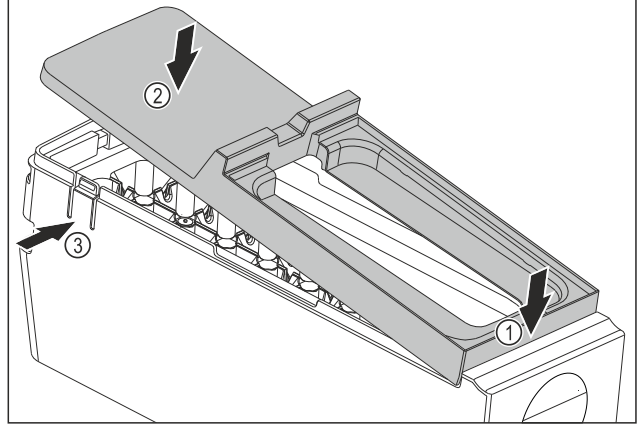

Fig. 81
- ▶ EasyTwist-Ice gövdesinin kapağını monte edin: Kapağı önden yerleştirin. Fig. 81 (1)
- ▶ Kapağı arkadan aşağı indirin. Fig. 81 (2)
- ▶ Kapak iki kulağa Fig. 81 (3) duylur şekilde oturur.